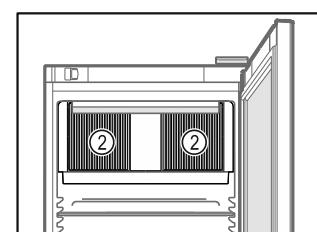

Fig. 56
- Lüftungsschlitz Fig. 56 (2) des Umluftgebläses im Innenraum freihalten.